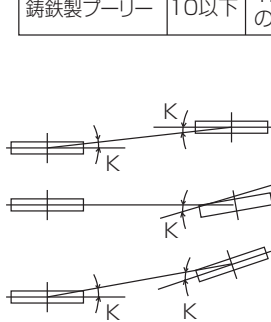

図1
1. ファンプリーと電動機プリーの平行度は図1.表1の規格を満足するようにセットしてください。